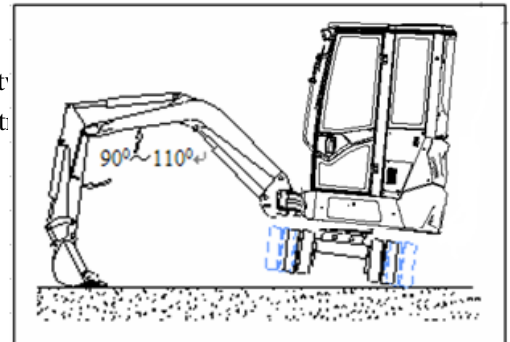

Abb. 3-14
- 5) Falls sich der Raupenbagger festgefahren hat, können der Stiel ausgefahren, der Löffel auf den Boden abgesetzt und so eine Seite der Raupenkette angehoben werden. Die angehobene Raupenkette kann dann gedreht und Verschmutzungen daran entfernt werden. Um die Krafteinwirkung auf den Ausleger und den Löffel zu verringern, sollte der Winkel zwischen Ausleger und Stiel zwischen 90° und 110° liegen (Abb. 3-14).